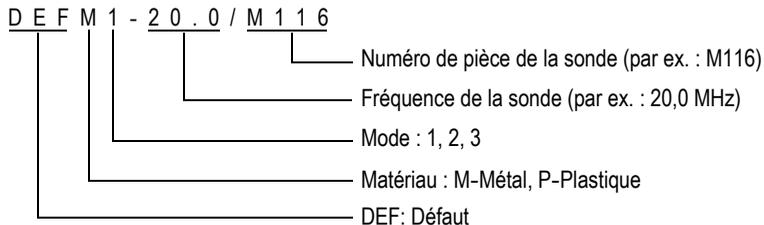

Figure 5-3 Sélection de la configuration par défaut d'une sonde monoélément
- c) Dans la liste de configurations par défaut disponibles qui apparaît dans l'écran **PAR DÉFAUT** du type de sonde que vous utilisez (voir l'exemple de la Figure 5-3 à la page 73), sélectionnez la configuration de la sonde que vous utilisez.